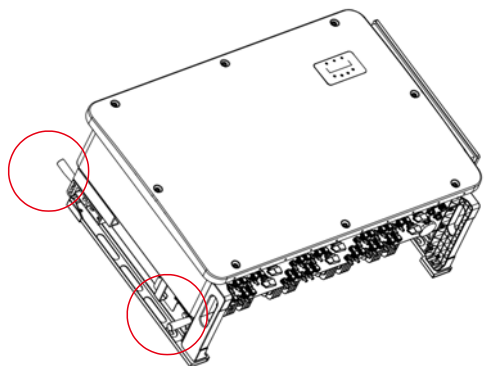

Figura 3.4 Pegas do inversor
2. São necessárias duas pessoas para remover o inversor da caixa de transporte. Utilize as pegos integradas no dissipador de calor para remover o inversor da caixa (consulte a Figura 3.4).